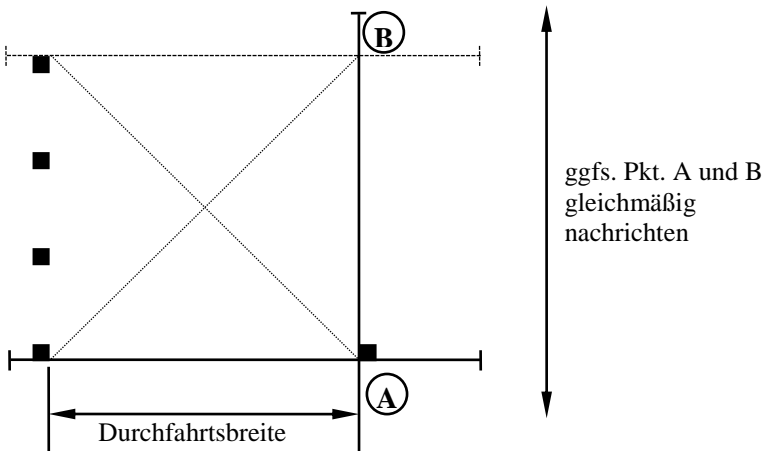

Abbildung 2
Steht die erste Reihe der Bodenanker vollständig, muß ein rechter Winkel gebildet werden, um die Anker der gegenüberliegenden Reihe rechtwinklig setzen zu können. Dafür ziehen Sie erneut eine Schnur von der Außenkante (AK) des ersten Ankers der vorhandenen Reihe zur gegenüberliegenden Seite, wo der erste Bodenanker der zweiten Reihe stehen soll. Markieren Sie die Durchfahrtsbreite an diesem Punkt (Markierung **A**). Ziehen Sie nun eine zweite Schnur von der Markierung A im rechten Winkel nach hinten (Längsseite des Carports). Markieren Sie auf dieser Schnur gemäß Pfostenplan das Längsmaß von AK Pfosten zu AK Pfosten (Markierung **B**). - siehe Abb. 2